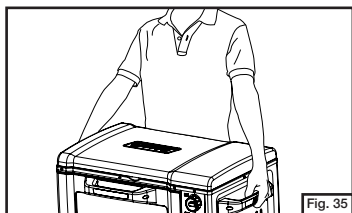

Fig. 35
- Para transportar el hornillo, sujételo con firmeza por las manijas laterales. (Fig. 35)